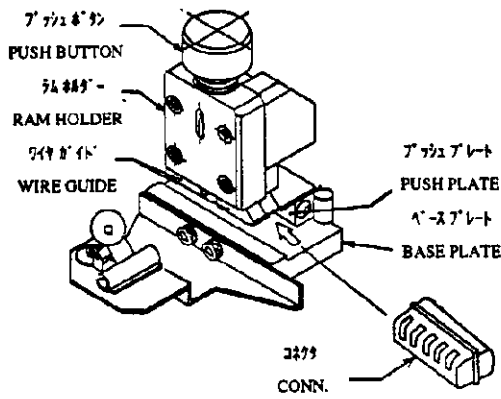

Fig. 2
- (1) コネクタをベースプレートとプッシュプレートの間に入れます。(Fig.2)
- (1) Set a connector into the terminating area between Base Plate and Push Plate. (Fig.2)